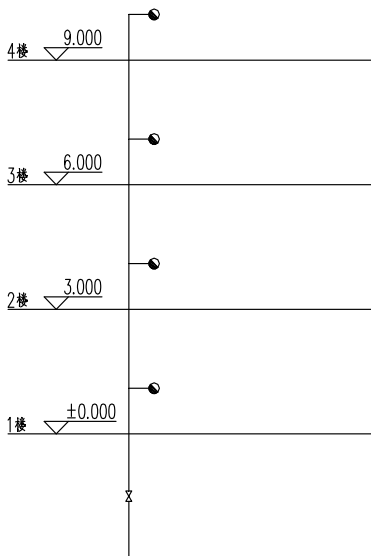

图 5-31 打开素材
**01** 按 Ctrl+O 组合键，打开配套光盘提供的“第5章/5.3.2 消防计算.dwg”素材文件，结果如图5-31所示。